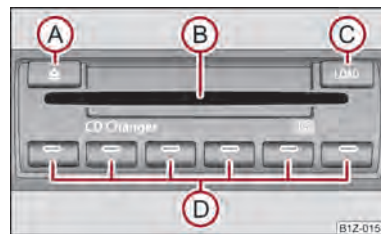

Fig. 115 Changeur de CD
- Appuyez sur la touche **C** => fig. 115 et introduisez le CD (Compact Disk) dans le réceptacle à CD **B**. Le CD est automatiquement chargé dans le prochain endroit libre dans le changeur de CD. La diode électroluminescente dans la touche correspondante **D** s'arrête de clignoter.